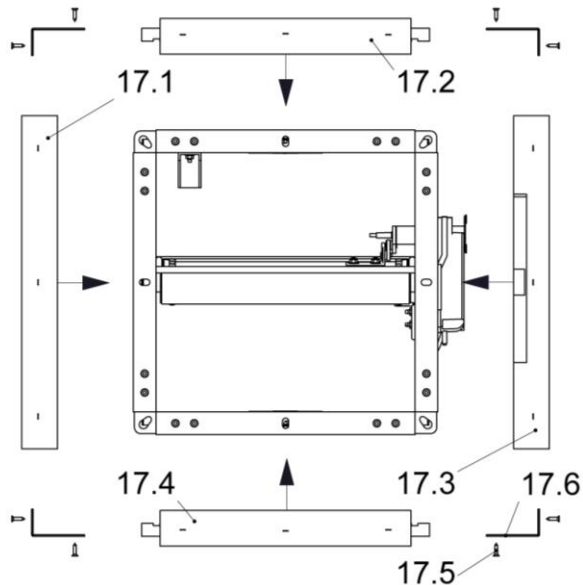

Figura 115: BKA-EN con telaio tipo ER-A1 (sciolto)
Se il telaio tipo ER-A1 viene ordinato e fornito separatamente deve essere prima montato alla BKA-EN (v. Figura 115) secondo le seguenti istruzioni.
- Appoggiare la serranda tagliafuoco sulla flangia del lato ispezioni (BS).
- Sul perimetro dell'involucro della BKA-EN (pos. 1) vengono posizionati entrambi gli elementi della larghezza e dell'altezza (pos. 17.1 - 17.4) come indicato nella Figura 115.
- Quindi gli elementi vengono avvitati con gli angolari in dotazione (pos. 17.6) e le viti a testa incassata (pos. 17.5).